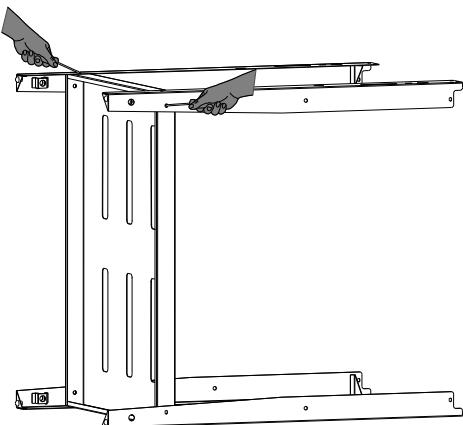
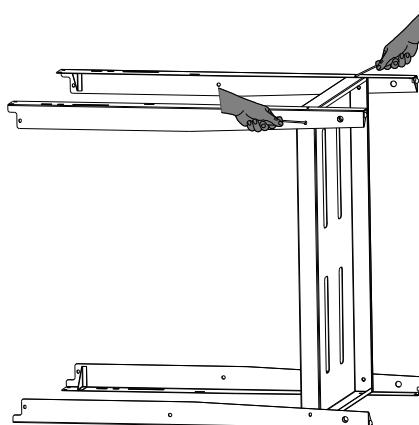

Fig.1
Fig.2
- 1** Coloque el Portaparrilla de forma horizontal y fije las dos patas a la bandeja con dos tornillos en cada una (**Fig.1**), para facilitar el armado se recomienda no apretarlos completamente hasta tener todas las partes ensambladas. Luego, gire el conjunto hacia el otro lado y repita el mismo procedimiento con las otras dos patas (**Fig.2**). A continuación volteé el Portaparrilla de forma vertical y termine de ajustar todos los tornillos (**Fig.3**).